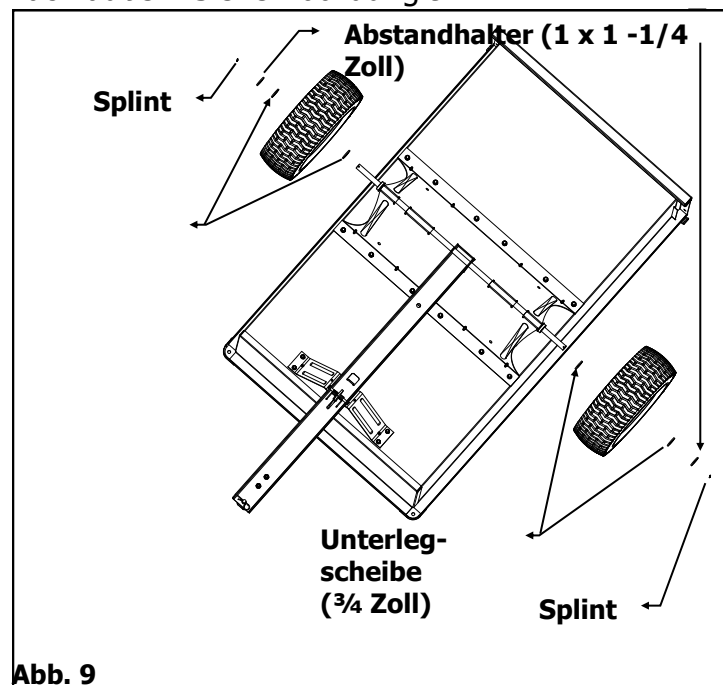

Abb. 9
9. Legen Sie die Unterlegscheibe (3/4 Zoll) auf jede Achsenseite neben das Fahrwerk. Setzen Sie einen Abstandhalter (1 x 1 1/4 Zoll) in die Achse. Setzen Sie das Rad auf Achse und legen Sie eine weitere Unterlegscheibe (3/4 Zoll) auf die Radaußenseite. Wiederholen Sie den Arbeitsvorgang für das andere Rad. Sichern Sie das Rad durch Einfügen des Splints ins Loch am Achsenende und stellen Sie die Beine des Splints nach außen. Siehe Abbildung 9.